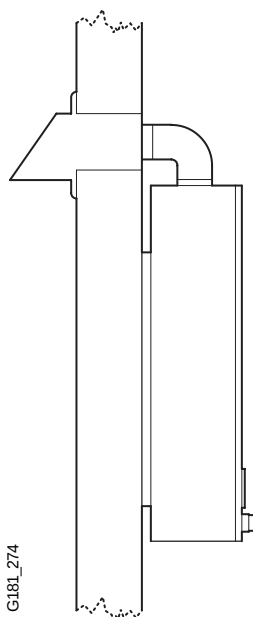

Fig 4: Quelques suggestions relatives au système de ventilation
Cet appareil doit être ventilé horizontalement vers l'extérieur par un conduit d'évacuation scellé à paroi unique de 102 mm (4 po). Les gaz de carneau de l'appareil subissent une pression positive et doivent circuler dans un conduit scellé à paroi unique de 102 mm (4 po), qui est étanche aux gaz. Le tuyau du conduit d'évacuation de 102 mm (4 po) à paroi unique peut être un tuyau en acier inoxydable (AL29-4C) ou en acier galvanisé de calibre 26 au moins. BBTNA conseille d'utiliser un conduit en acier inoxydable (muni de joints d'étanchéité scellants) pour une installation facile et une durée de vie prolongée. Si vous utilisez un conduit d'évacuation en acier galvanisé, il faut installer au moins quatre (4) vis à tôle par raccord, et tous les joints doivent être scellés avec un scellant au silicone à haut température. Le système d'évacuation doit être étanche aux gaz. Voir les illustrations des installations de conduits d'évacuation suggérées à la fig. 4.